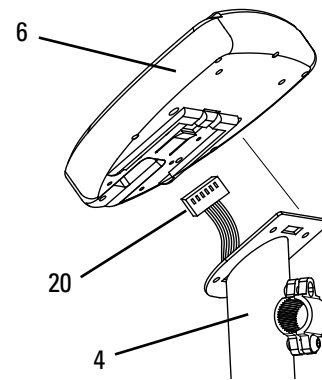
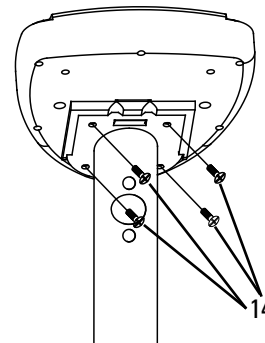

Figure 3A
Figure 3B
3-2 : Déposez la console (6) sur la plaque plane du mât de la console (4) (Figure 3A). Fixez la console sur la plaque (Figure 3B) à l'aide de quatre vis Phillips (14).